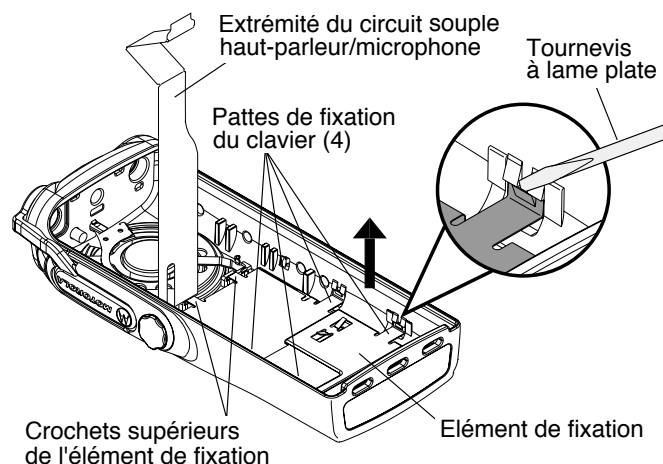

Figure 3-6 Retrait de l'élément de fixation du clavier
1. S'il est nécessaire de démonter le clavier, la carte de circuits imprimés du clavier, ou l'afficheur, soulevez le circuit souple du microphone, et retirez le microphone et sa protection avec précaution du compartiment du panneau avant. (Reportez-vous à la Figure 3-6)